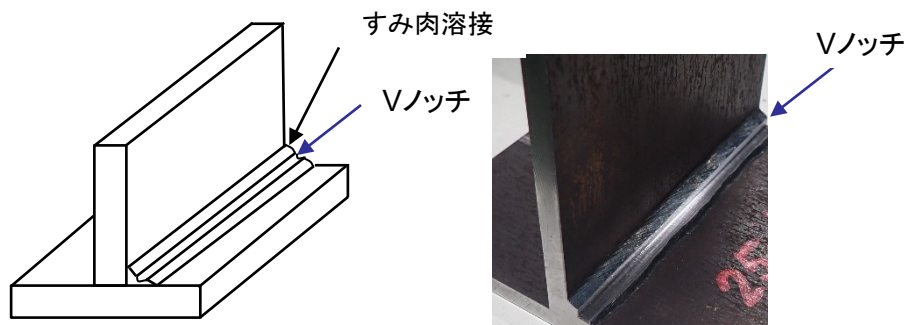

図3 Vノッチ加工後の試験片
- JIS Z 3185「溶接材料の耐ペイント性試験方法」に従い、溶接部にVノッチ加工し破断させることもできます(図3)。